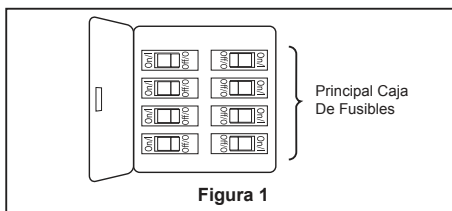

Figura 1
- ☐ 1. Extraiga uno de los tres tornillos del soporte ubicado en la parte interior de la unidad del motor. Guárdelos para después y afloje levemente los otros dos tronillos. (Figura 1)
- ☐ 1. Restaure la fuente de alimentación de la toma de corriente enciendo la electricidad del fusible principal. (Figura 1)